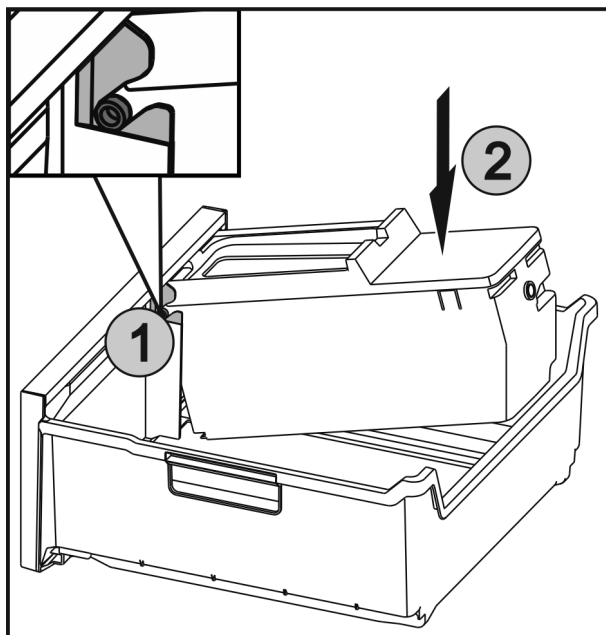

Fig. 53
- Zasuňte osi Fig. 53 (1) na EasyTwist-Ice do vedení a tlačte zadnú stranu Fig. 53 (2), kým spona nezapadne.